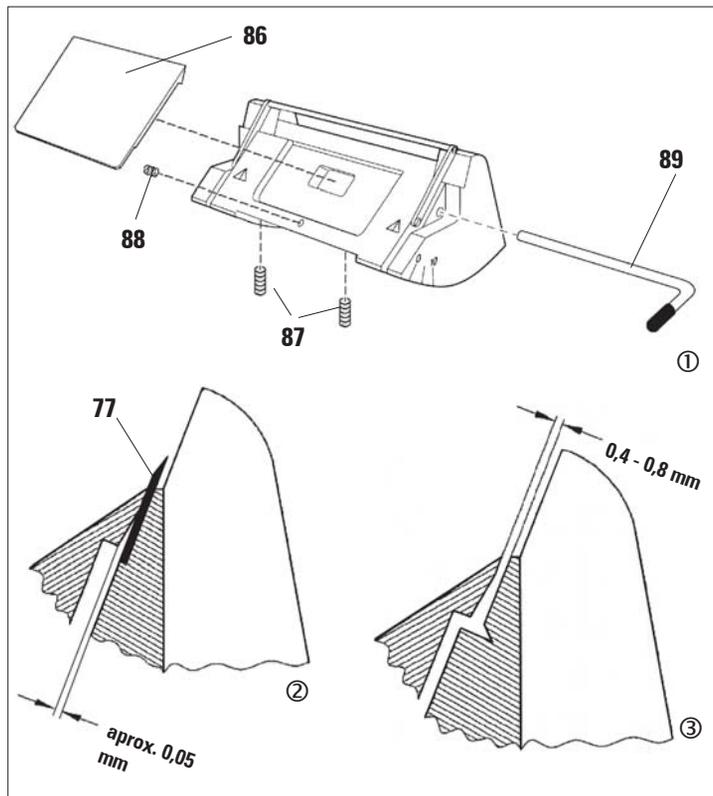

Fig. 31
- Posicione a placa de pressão (86) corretamente, insira a alavanca de fixação (89) e fixe levemente a placa de pressão (apertando apenas ligeiramente a alavanca de fixação).
- Faça o ajuste de altura da placa de pressão usando os parafusos (87). As bordas superiores das duas placas de pressão (86) e (80) devem ficar na mesma altura e paralelas entre si.
- O ângulo de afastamento da placa de pressão frontal (86) é ajustado por meio de um parafuso fixador (88), que é acessível através de uma abertura na face inferior do porta-navalhas (veja o desenho).
- Insira a lâmina (77) e aperte levemente o mecanismo de sujeição (89).
- Ajuste a placa de pressão (86) com o parafuso (88) de forma que apenas a borda superior da placa de pressão exerça de fato pressão sobre a lâmina. Uma abertura deve se manter visível (Fig. 31/2). Para o ajuste é necessário usar uma chave de fenda pequena (aprox. 3,0 x 70).
- Ao ajustar, confira se foi mantida uma abertura de aprox. 0,4-0,8 mm entre as duas placas de pressão, com o mecanismo de sujeição ainda não apertado (Fig. 31/3).